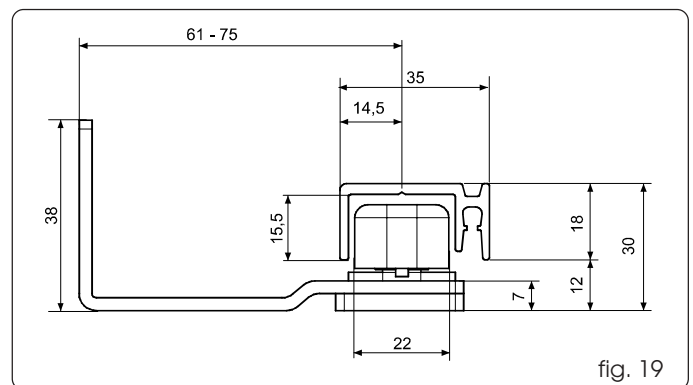

fig. 19
- Assemblare i pattini considerando le quote riportate nelle figure 19 e 20.
Per la versione autoportante si consiglia l'utilizzo del pattino di fig. 19.